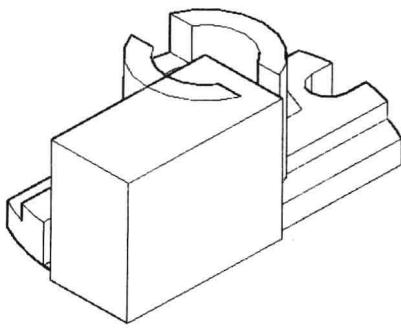

图 11-2-17
(1) 单击“视图”选项卡，在“选项板”面板中，单击“图层特性”按钮 图层 ，打开“图层特性管理器”选项板，双击“剖面轴测图”图层，即将其设置为当前图层。关闭“图层特性管理器”选项板。
(2) 在“建模”面板中，单击“长方体”按钮 长方体 ，捕捉并单击平面图中的圆心，并在实体外面单击一点，输入高度值 65，按 Enter 键，创建一个长方体，“三维隐藏”视觉样式下显示的长方体效果如图 11-2-17 所示。